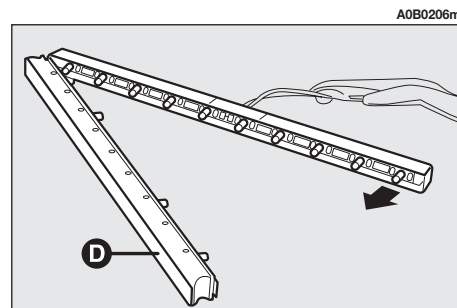

fig. 51
- Enlever le transparent (**D-fig. 51**) et remplacer l'ampoule intéressée